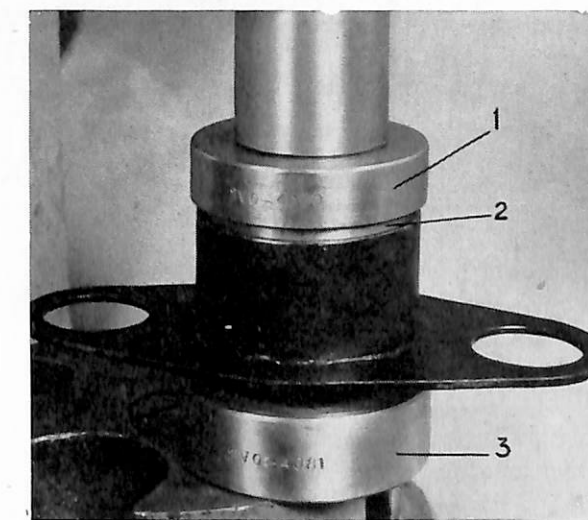

Bild 8. Ipressning av lager.
Vid ipressning, vilket likaså sker i press, tillses att icke lagret pressas snett i lagerhuset. Dorn SVO 4080 med styrning för lagret användes, bild 8. Lagerhuset placeras i underläggsring SVO 4081 (3) mitt under verktyget (1). Lagret (2) sättes på verktygets styrtapp, riktas in och pressas i så långt verktyget medgiver. Lagret är lika på båda sidor och kan således icke monterats fel.